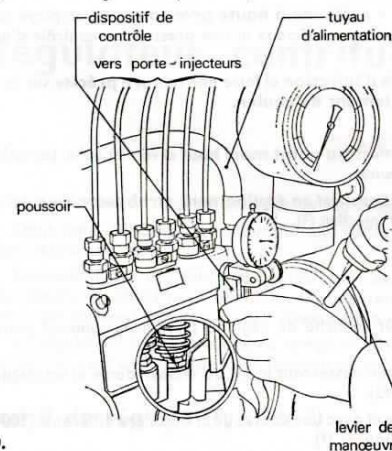

Fig. 40.
- Déterminer le **point mort bas** du piston avec précision, puis mettre le comparateur à zéro (fig. 40).
- Tourner la pompe d'injection à la main **dans le sens de rotation déterminé**, jusqu'à l'instant précis où le liquide cesse de couler (fig. 40).